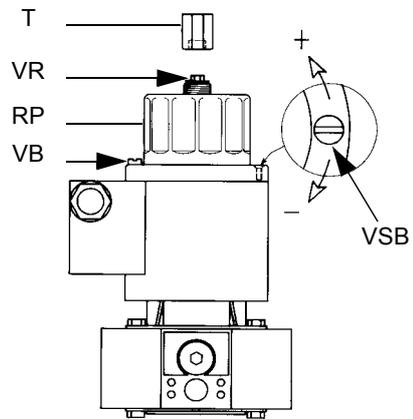

Рис. 40
- Для регулировки клапана отвинтить винт VB (Рис. 40) и вращать регулятор RP по необходимости. При его откручивании клапан закрывается, при закручивании - открывается.